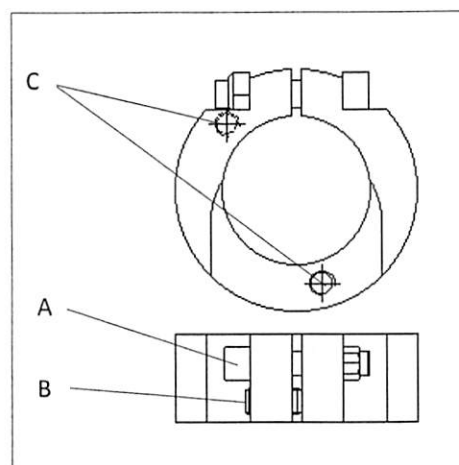

Abbildung 11 Aufnahme Längenanschlag
- an der **hinteren** Aufnahme die beiden Schrauben (C, Abbildung 11) an der Unterseite des Profils lösen.